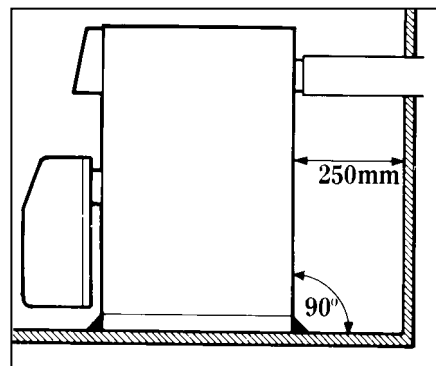

Bild 1
- Stellen Sie einen Mindestabstand zur dahinterliegenden Wand von 250 mm sicher (Bild 1).